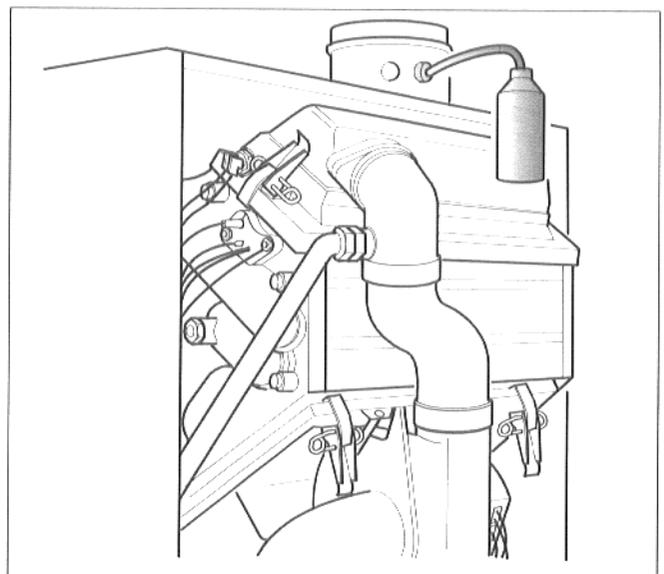

Abb. 38 Funktion Kondenswasserbypaß prüfen
- Durch Einspritzen von Wasser (z.B. mit einer Spritzflasche) in die Meßstelle für Abgas, Kondenswasserbypaß auf Durchgängigkeit prüfen (Abb. 38).